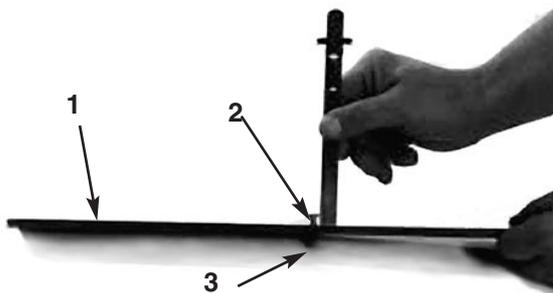

Fig. 7
3. Desserrer l'écrou sur le calibre (Fig. 7) et placer la vis de réglage à la hauteur de coupe voulue. La distance entre la base de la vis et la face du calibre correspond à la hauteur de coupe.